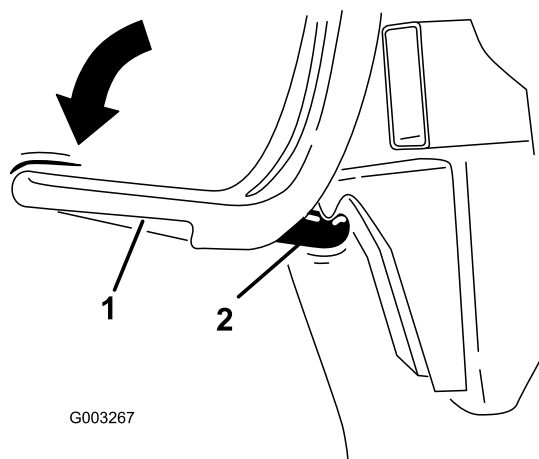

図 7
8. ラッチのフックにバガーをかける 図 7。
9. ラッチを押し下げてロックする 図 7。